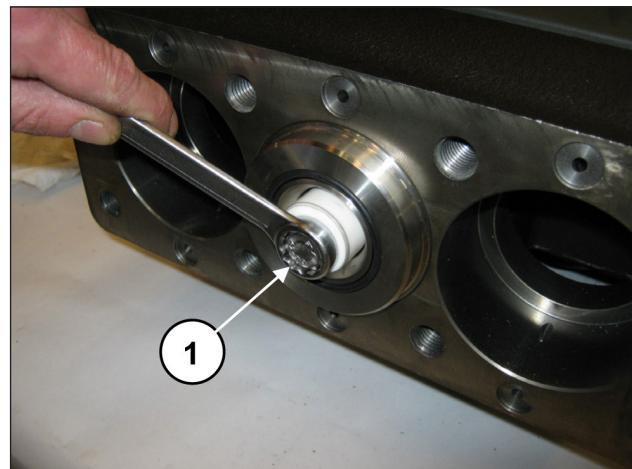

Abb. 168
Demontieren Sie die Kolben durch Abdrehen der Befestigungsschrauben (Pos. ①, Abb. 168).